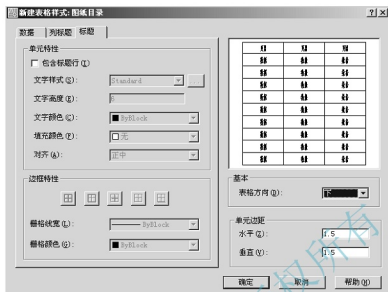

图 3.120 【标题】选项卡
(3) 按照图 3.120 所示设定该对话框中的【标题】选项卡，一般情况下标题书写在表格之外，这里不要标题，则不勾选左上角的【包含标题行】复选框，所以【标题】选项卡中的【单元特性】及【边框特性】选项组没有亮显，不能修改。